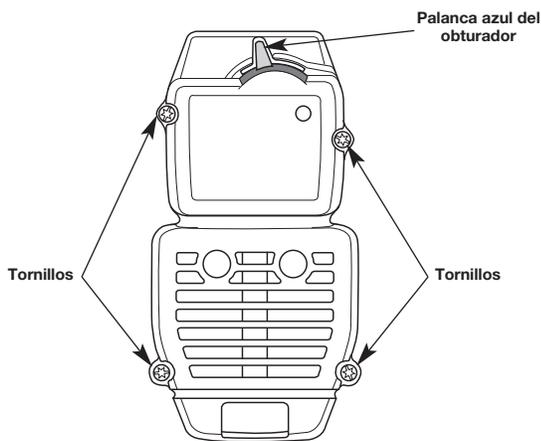

Fig. 35
2. Saque los cuatro (4) tornillos que sostienen la cubierta del silenciador / filtro de aire (Fig. 35). Use un destornillador de vástago plano o de broca Torx N° T20.
2. Inserte los cuatro (4) tornillos en los orificios de la cubierta del silenciador / filtro de aire (Fig. 35) y ajústelos.